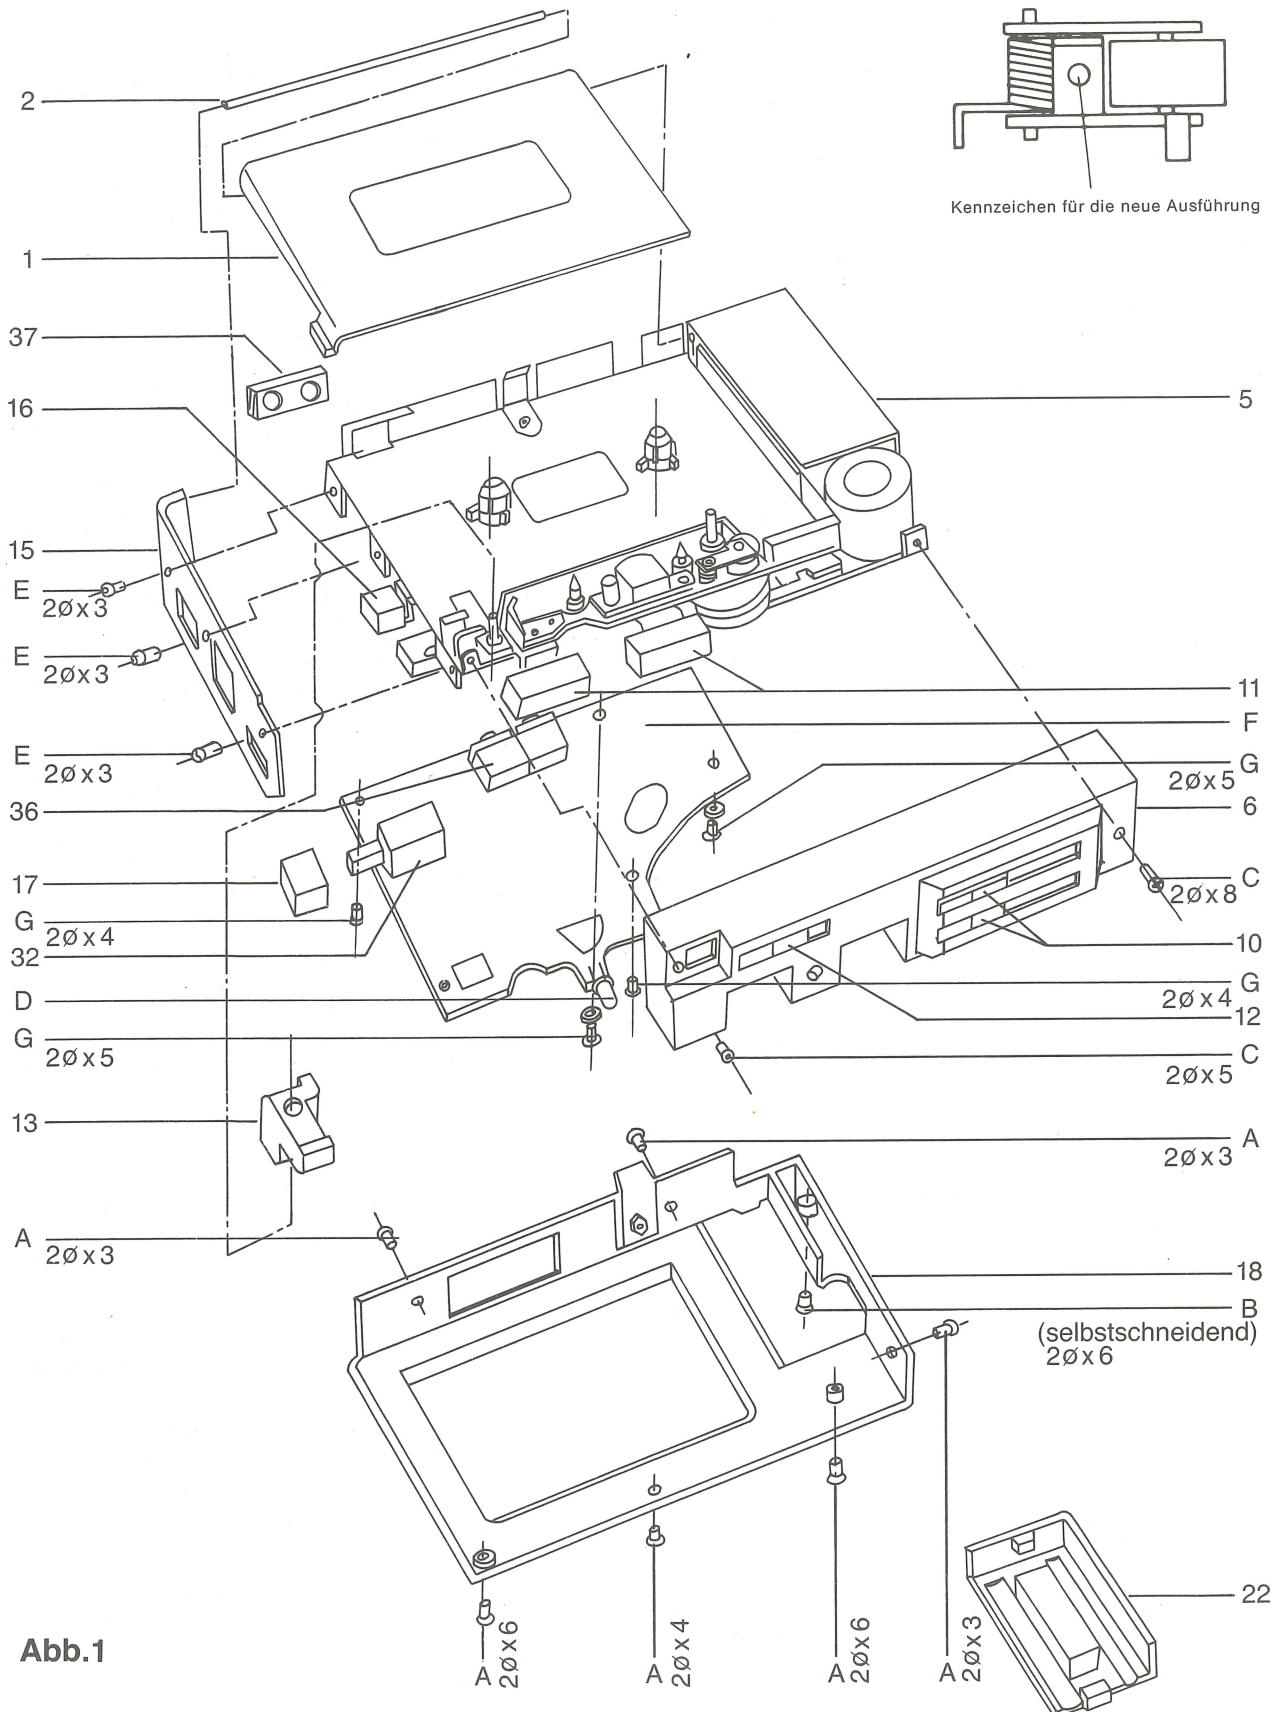

Abb.1
- Batteriefachdeckel **22** (Abb. 1) abnehmen.
- Schraube **B** (Abb. 1) und 6 Schrauben **A** (Abb. 1) herausdrehen. Beim Einbau auf Schraubenlängen achten!
- Gehäuse-Unterteil **18** (Abb. 1) abnehmen.
- 2 Schrauben **C** (Abb. 1) herausdrehen. Beim Einbau auf Schraubenlängen achten!
- Frontplatte **6** (Abb. 1) vorsichtig abziehen.
- Beim Einbau auf Taste/Cassettenauswurf **13** (Abb. 1) und Leuchtdiode **D** (Abb. 1) achten.
- 3 Schrauben **E** (Abb. 1) herausdrehen.
- Seitenteil **15** (Abb. 1) und Cassettenklappe **1** (Abb. 1) abnehmen.
- 4 Schrauben **G** (Abb. 1) herausdrehen; dabei auf Abstandshülsen bzw. Unterlegscheiben achten.
- 2 Leitungen des Autom. Stop-Schalters **78** (Abb. 2) auf der Leiterplatte **F** (Abb. 1) ablöten.
- Leiterplatte **F** (Abb. 1) an den Kopfhörerbuchsen **36** (Abb. 1) anheben.
- Ausgangsspannung gemessen an den Kopfhörerbuchsen **36** (Abb. 1).
- NF-Ausgang: Kopfhörerbuchse **36** (Abb. 1).